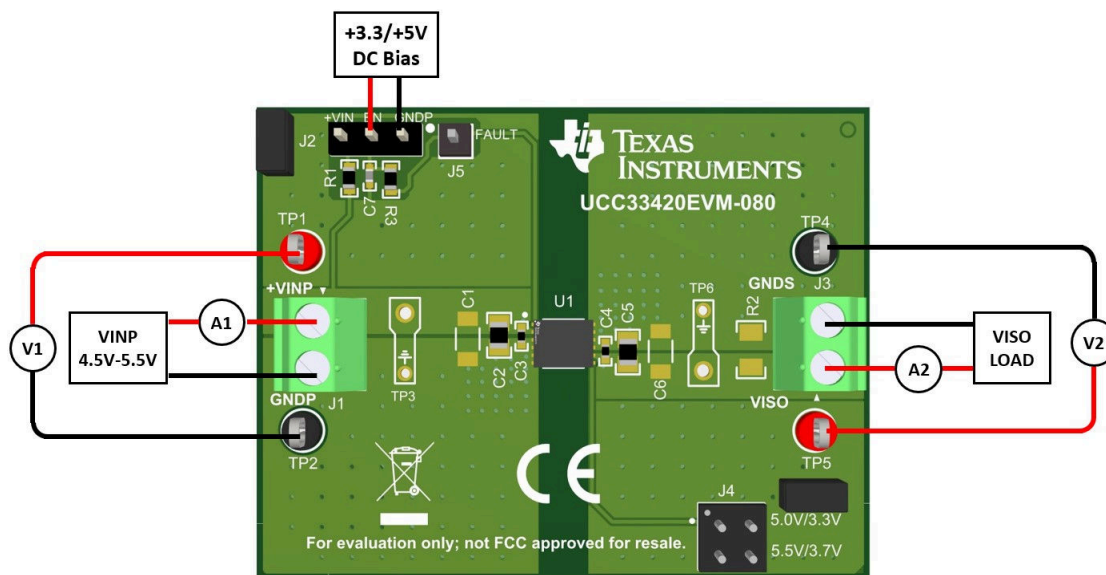

图 2-1. 典型效率测量设置
UCC33420EVM-080 EVM 利用螺纹接线端子快速连接到 V_{INP} 和 VCC。EN 连接通过引脚连接器来实现。连接适当的电流表和电压表，如图 2-1 所示，以便可以进行准确的 EVM 效率测量。
3. 在 J3:1 (VISO) 和 J3:2 (GNDS) 之间连接一个可变负载。如果使用电子负载，则设置为恒定电流 (CC) 300mA。在 EVM 通电之前，将负载保持为禁用状态。
4. 当设置在低 mA 范围内时，某些电子负载无法调节/稳定 CC。通过插入电流表来监测输入电流和负载电流，如图 2-1 所示。电流探头可以与示波器结合使用，以验证由电子负载调节的直流电流的稳定性。